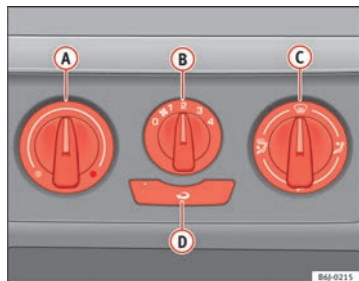

Fig. 91 Sur la planche de bord : éléments de commande du chauffage
- Tournez le régulateur de température **A** ⇒ fig. 91 vers la gauche.
- Tournez le régulateur de température **A** ⇒ fig. 91 vers la droite pour sélectionner la puissance de chauffage souhaitée.
- Tournez le régulateur de température **A** ⇒ fig. 91 vers la droite jusqu'à la puissance de chauffage maximum.
- Tournez le régulateur de température (A) → fig. 91 vers la zone de chauffage.
- Placez la commande de soufflante (B) sur l'une des vitesses 2-3.
- Fermez les diffuseurs (3).
- Ouvrez et orientez les diffuseurs (4) vers les fenêtres latérales.